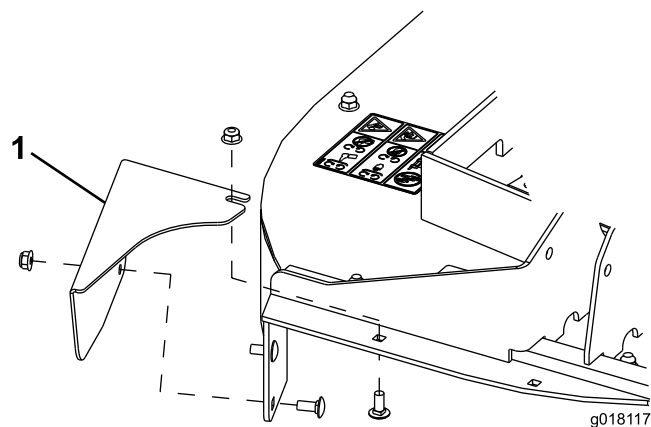

Figura 11
- Montate la staffa di supporto nell'angolo posteriore sinistro dell'apparato di taglio con (3) bulloni a testa tonda da 5/16 x 3/4 pollici e dadi flangiati (Figura 11).